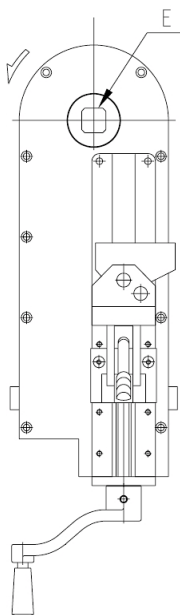

Fig. 22: De as E draaien
1. Draai de as E (fig. 22) tegen de wijzers van de klok in tot het einde van de slag.